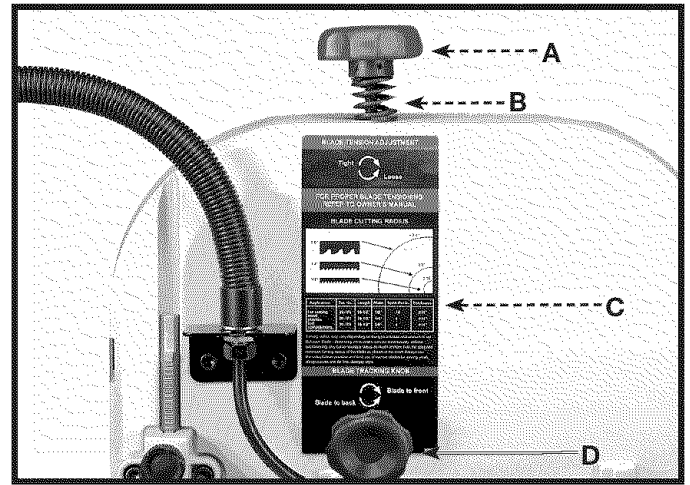
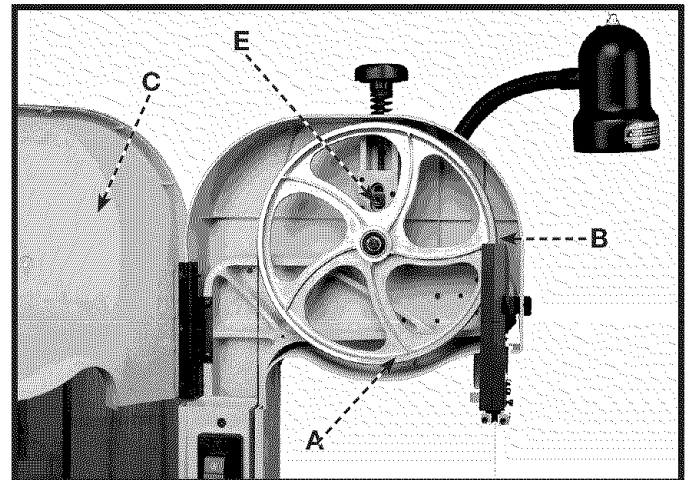
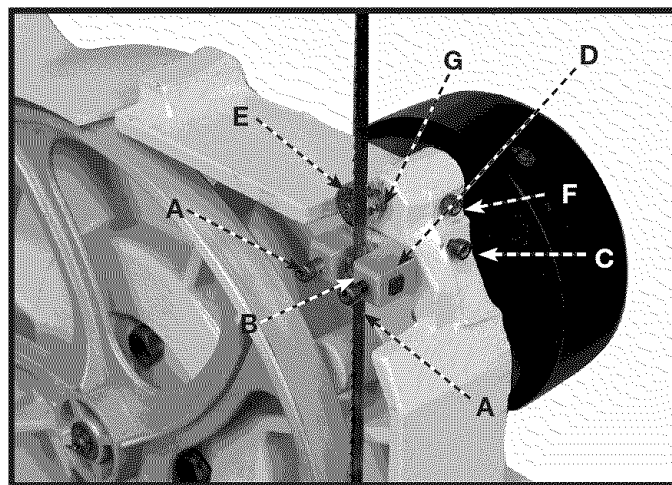

Fig. 24
Fig. 25
Fig. 29
1. Para instalar la hoja deseada, afloje de tornillo (E) Fig. 25 con 5 mm llave inglesa del mal de ojo proporcionada y gira el de la perilla de la tensión (A) Fig. 24, a la derecha hasta que la primavera (B) comience a comprimir.
2. Gire entonces la perilla de tensión (A) Fig. 24 unas 2-1/2 vueltas completas adicionales para hojas con ancho de 1/8 pulg., 3 vueltas completas adicionales para hojas de 1/4 pulg. y 4 vueltas completas adicionales para hojas de 3/8 pulg. Apriete el del tornillo (E) Fig. 25.
3. Existe un útil cuadro (C) Fig. 24 en la parte posterior de la sierra de cinta que muestra la selección de la hoja y el radio mínimo que puede cortarse con cada hoja.
2. Abierto el dependido de la puerta (C) Fig. 25.
3. Si resulta necesario efectuar un ajuste, gire la perilla de compensación de la hoja (D) Fig. 24 y 26, **LIGERAMENTE** en el sentido de las agujas del reloj para mover la hoja hacia la parte posterior, y en sentido inverso para mover la hoja hacia el frente. **AVISO:** Se requiere muy poco movimiento de la perilla de ajuste de compensación de hoja (D) para permitir que la hoja se mueva.
1. Afloje los dos tornillos (A) Fig. 29 y mueva las guías (B) lo más cerca posible a los lados de la hoja, teniendo cuidado de no constriñonar la hoja entre las guías. Apriete entonces los dos tornillos (A).
NOTA: En el Fig. 29, la mesa se ha quitado para la claridad.
2. La orilla anterior del de guías de hoja (B) Fig. 29 deben ser ajustados tan ellos son apenas detrás del "esófagos" de los dientes de hoja. Afloje el tornillo (C), y mueva la asamblea (D) en o fuera como sea necesario. Apriete el tornillo (C)
3. El cojinete de apoyo de la hoja inferior (E) Fig. 29 debe ajustarse para apoyar la parte trasera de la hoja durante la operación de corte, así como para impedir que la hoja de la sierra sea empujada hacia atrás excesivamente, lo que podría resultar en daño a las dientes de la hoja. El cojinete de apoyo (E) Fig. 29 debe ser fijado aproximadamente 1/32 pulg. detrás de la hoja al aflojar el tornillo (F) Fig. 24 y moviendo el eje (G) hacia adentro o afuera. Apriete entonces el tornillo (F).
4. El cojinete de apoyo de hoja inferior (E) Fig. 29 también debe ser ajustado de tal manera que el borde posterior de la hoja pueda solapar el diámetro externo del cojinete por aproximadamente 1/8 pulgada. El cojinete de apoyo de la hoja (E) se encuentra fijado sobre un eje excéntrico. Para cambiar la posición del cojinete (E), afloje el tornillo (F) Fig. 29 y gire el eje (G) utilizando un destornillador recto hasta que la hoja quede correctamente solapada sobre el cojinete de apoyo. Apriete entonces el tornillo (F) Fig. 29.